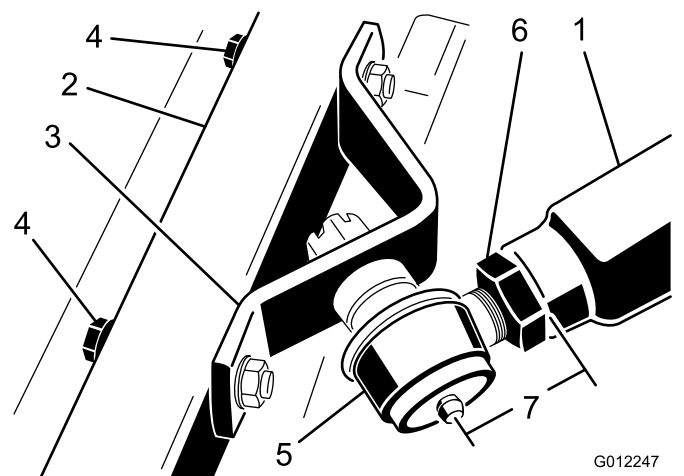

図 9
2. ボールジョイントを右側プッシュアームに取り付け、ボールジョイントの中央とプッシュアームの先端との距離が 60mm になるまでねじ込む 図9。
6. ボールジョイントをプッシュアームに固定している大きいジャムナットを締め付ける 図 9。